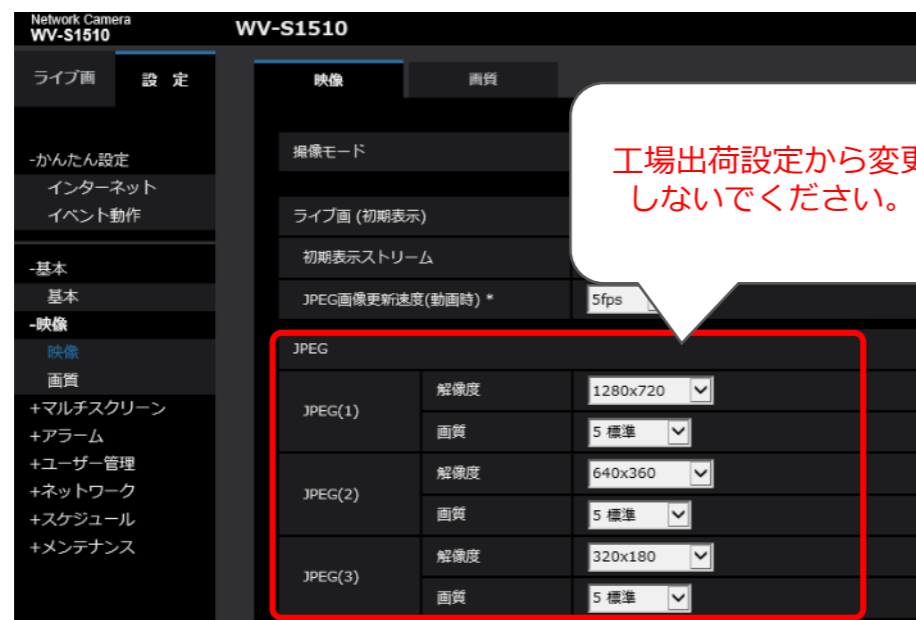

図6 カメラのJPEGの解像度の設定
- (1) 映像メニュー内のJPEGの解像度を工場出荷状態から変更しないでください。（図6）